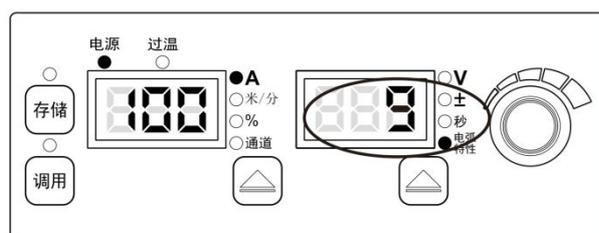

图3-3 电弧特性设置界面
2. 通过面板旋钮调节电弧特性数值，如图 3-3 所示，按**执行**键确认，电弧特性设置完成。